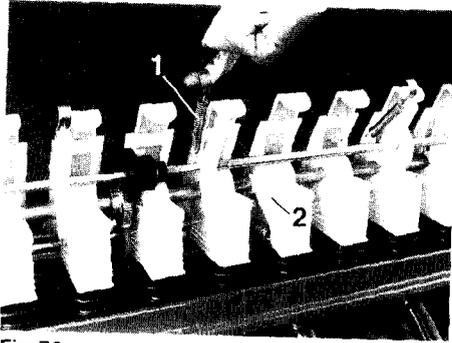
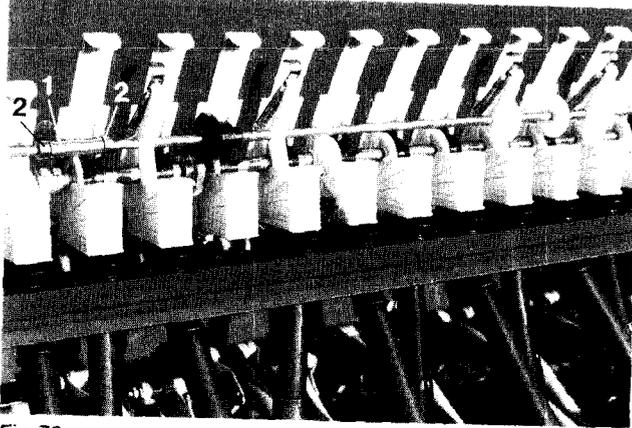

Fig. 76c
Fig. 76e
- Die Vorgelegewelle der Särad-Fahrgassenschaltung (falls vorhanden) wird nach dem Lösen der Zugfedern (Fig. 76c/1) mit den Schwenklagern heruntergeklappt.
- Eine Halterung (Fig. 76e/1), die die Vorgelegewelle axial sichert, greift in eine Aussparung am Sägehäuse. Diese Halterung wird beim Abklappen der Vorgelegewelle aus der Aussparung herausgezogen und ist nach erfolgter Montage wieder zu befestigen. Die Halterung (Fig. 76e/1) wird axial durch Stellringe (Fig. 76c/2) auf der Vorgelegewelle gesichert.
- Die Drucklager (Fig. 76c/2) nach dem Entspannen der Zugfedern abnehmen.
Fig. 76e zeigt die Bohnensäwelle in eingebautem Zustand.